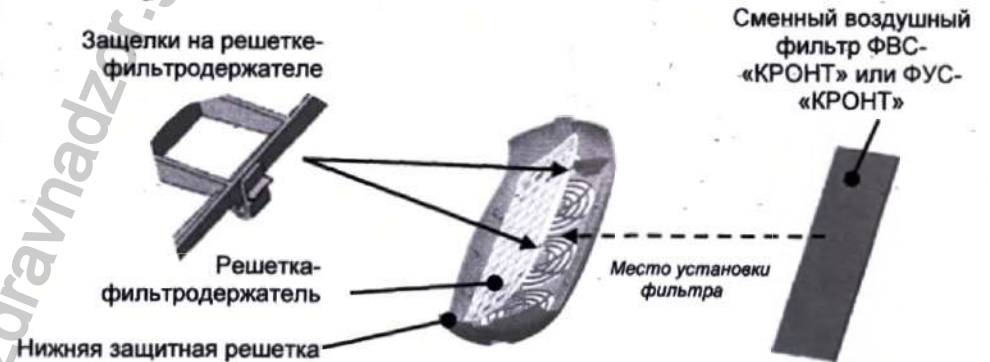

Рис.4
- Снять **решетку – фильтродержатель**, одновременно нажав на защелки, и извлечь использованный фильтр (рис.4).
- Установить новый фильтр, закрепив его решеткой-фильтродержателем на нижней защитной решетке (рис.4).